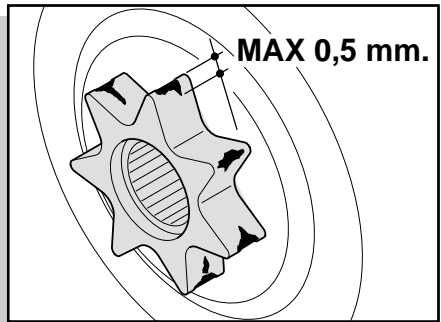

fig. 12
- Con l'utilizzo il pignone viene inciso dalle maglie motrici della catena. Ciò determina un differente perimetro (corda) di appoggio della catena sul pignone rispetto a quello teorico iniziale. Controllare che l'usura non superi mm. 0,5 di profondità, ove ciò si verificasse occorre sostituire il pignone (fig. 12).